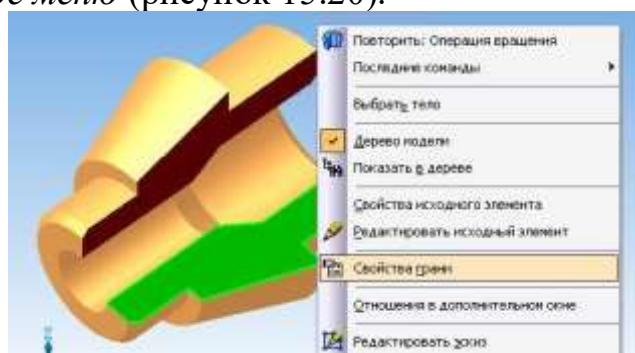

Рисунок 15.20 – Контекстное меню
10. Отключите Конструктивные плоскости и Начало координат командой *Скрыть все объекты* . Измените Цвет и Оптические свойства модели, Свойства граней выреза (например, цвет), выбрав их ЛК мыши и открыв ПК мыши Контекстное меню (рисунок 15.20).